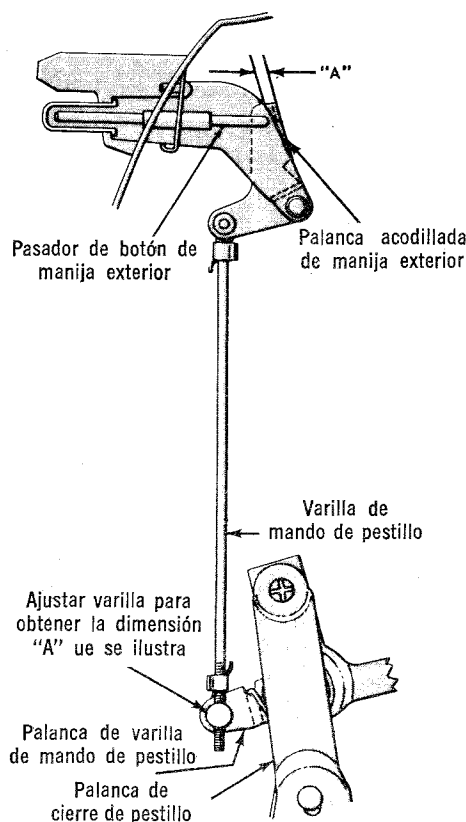

Fig. 5 — Ajuste de Varilla de Mando de Pestillo de Puerta Delantera. Típico.
2. Desconecte la varilla de mando de la palanca de la varilla del pestillo (Fig. 5).
3. Ajuste la longitud de la varilla, según se requiera, para obtener $5/64$ a $9/64$ " en el punto A de la Fig. 5. Introduzca la varilla de mando del pestillo en la palanca de la varilla y sujétela con el broche.